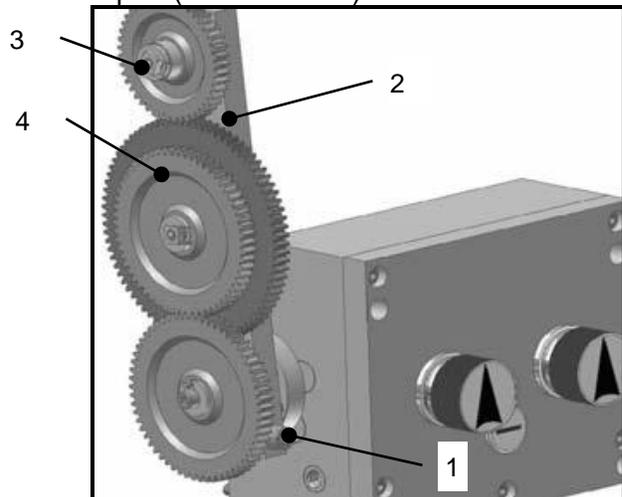

Рис. 15
- Ослабьте винт (1, Рис. 15) поворотной консоли (2, Рис. 15)
- Выведете, повернув на себя, из зацепления со шпинделем консоль (2, Рис. 15) с набором шестерен для удобства настройки
- Извлеките фиксирующие шайбы осей шестерен, и открутите квадратные гайки (3, Рис. 15)
- Аккуратно снимите шестерни (4, Рис. 15) с осей, извлеките передвигаемые сухари осей шестерен (не показаны).
После регулировки зазоров между шестернями и их фиксации, поворотом консоли (2, *Рис. 15*) введите шестерни в зацепление с шестерней на шпинделе и зафиксируйте ее винтом (1, *Рис. 15*).